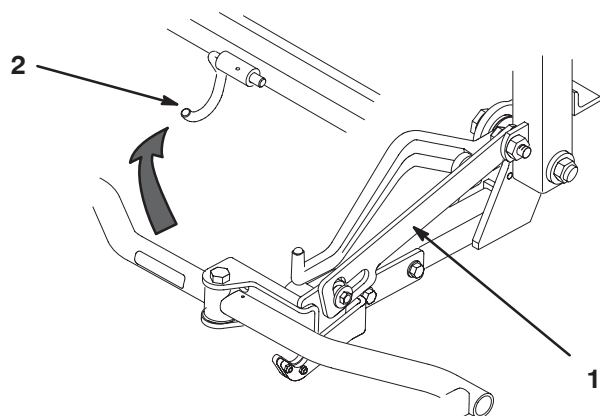

**Figure 16**
- F. Posez le support du moteur à l'extrémité gauche du plateau de coupe au moyen des (2) vis Allen retirées précédemment. Serrez les vis à 16–20 Nm.
5. Vissez une rotule à chaque extrémité du rouleau avant du plateau de coupe (Fig. 16).